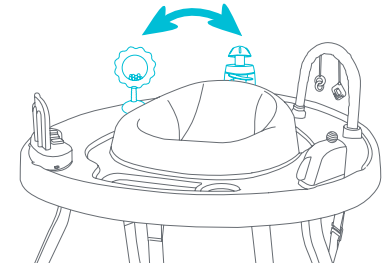

Fig. 6a
- 6 • Coloque los juguetes en este orden como se muestra. Los juguetes deben estar correctamente sujetos antes de su uso (Fig. 6a). **NOTA: Los juguetes intercambiables son SÓLO la sonaja y el cohete.**